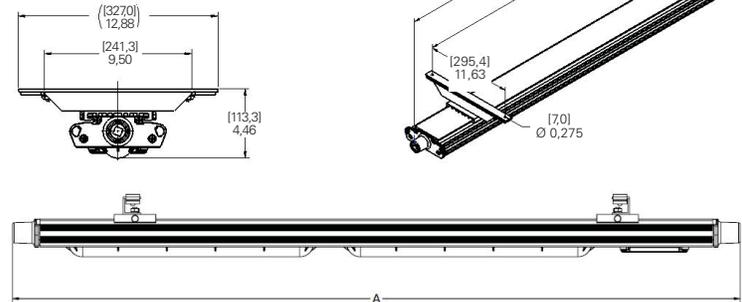

Figure 6 : MP1054MTK Montage sur supports MagnaPro
3. Marquer et percer des trous pour installer les supports sur le mur ou le plafond à l'aide de deux boulons de 1/4 po (non inclus). Pour que les trous des supports MagnaPro soient espacés correctement, il est recommandé de les séparer d'au moins 12 po (305 mm) (voir figure 6).